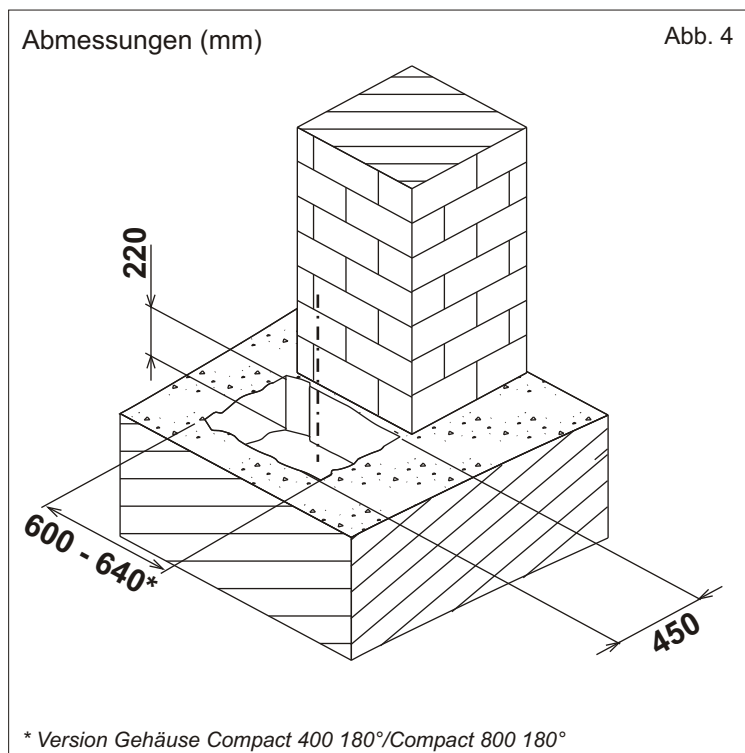

Abb. 4
**2.1.** Die Grube, in die das Gehäuse eingesetzt wird, muss mit den in Abb. 4 angegebenen Masse ausgerichtet werden.